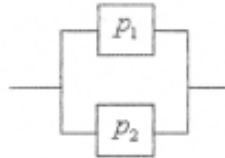

Рисунок 4.2. - Система із паралельним з'єднанням елементів
*Системою із паралельним з'єднанням елементів* (рис. 4.2) називається система, відмова якої відбувається тільки у випадку відмови всіх її елементів. Такі схеми надійності характерні для технічних систем, у яких елементи резервуються, тобто паралельне з'єднання використовується як метод підвищення надійності.